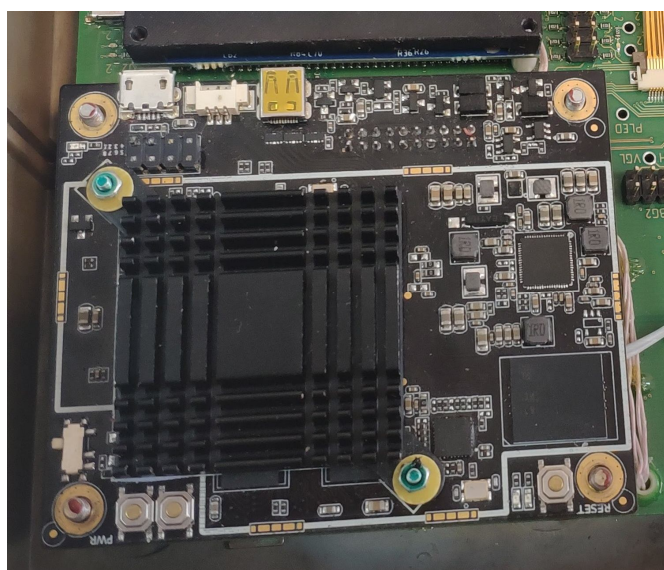

Рисунок 2 – Модуль защиты с подключенным разъемом, установленный на направляющие штыри несущей платы
- вставить Модуль в разъем несущей платы и установить на направляющие штыри (рисунок 2);